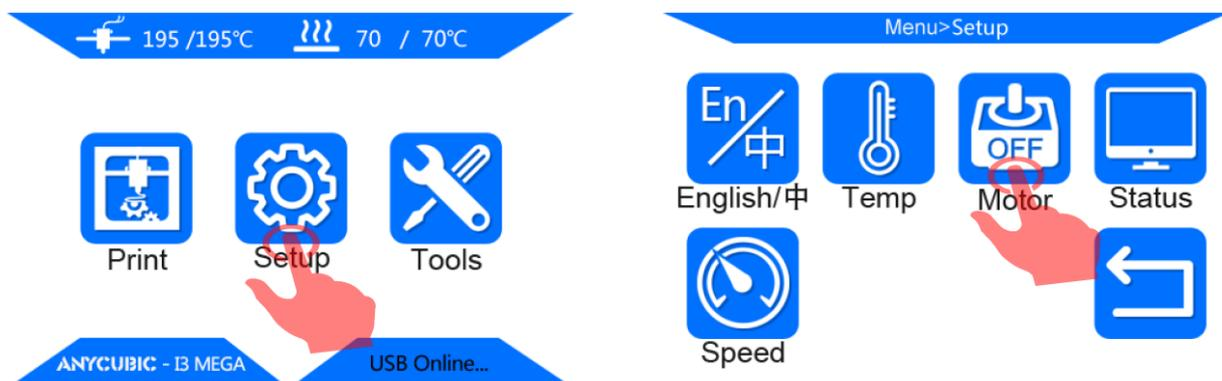

Abbildung 8
**Schritt 3** Kehren Sie zum "Home-Menü" zurück und klicken Sie, wie in **Abb. 8** gezeigt, auf "Setup" → "Motor" um die Motoren zu deaktivieren. Nun können die Motoren / Achsen frei bewegt werden.